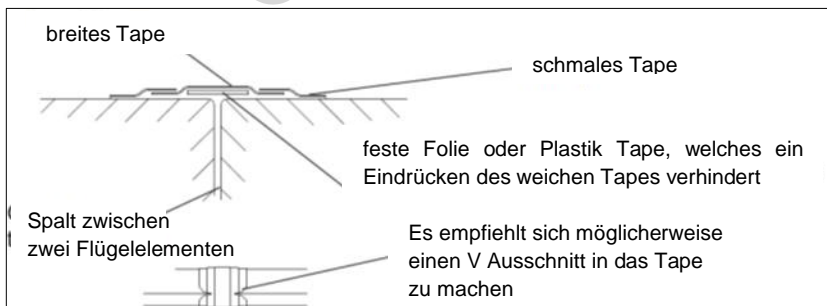

Abbildung 8.12-1
- Überprüfen, dass die Spalte zwischen Flügel und Rumpf und Innen- und Außenflügel richtig abgeklebt sind. Ansonsten kann es passieren, dass sich der Putzfaden des Mückenputzers an diesen Stellen stecken bleibt. Die empfohlene Methode zum abkleben der Spalte ist in Abbildung 8.12-1 zu sehen.